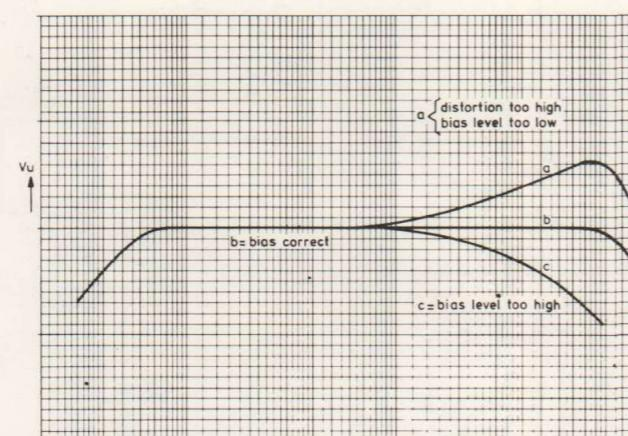

Fig. 8
- *e. When one channel is adjusted this may slightly affect the adjustment of the other channel. If the adjustment is correct the frequency response curve will be similar to curve b in Fig. 8, distortion ≤ 3%.
- *e. Lors du réglage d'un des canaux on pourrait constater qu'il y a incidence sur l'autre. Si le réglage est comme il faut, la courbe de fréquence aura la forme de celle de la Fig. 8 courbe b, distorsion ≤ 3%.
- *e. Bij het instellen van het ene kanaal kan het andere iets worden beïnvloed. Bij een goede instelling zal de frequentiekarakteristiek als in Fig. 8 curve b verlopen, vervorming ≤ 3%.
- *e. Beim Einstellen des einen Kanals kann der andere etwas beeinflusst werden. Bei einer entsprechenden Einstellung verläuft der Frequenzgang wie in Abb. 8, Kurve b, Verzerrung ≤ 3%.
- *e. Quando viene regolato un canale, questo può influire sulla regolazione dell'altro. Se la regolazione è corretta la curva della riposta in frequenza sarà simile alla curva b della Fig. 8. Distorsione aumenterà ≤ 3%.